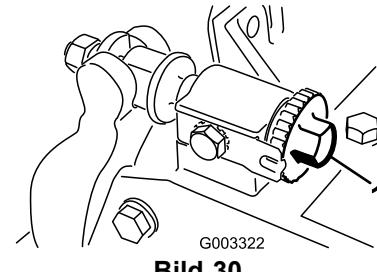

Bild 30
1. Lösen Sie den Spindel-zu-Untermesser-Kontakt, indem Sie die Einstellhandräder des Untermessers (Bild 30) nach links drehen, bis kein Kontakt besteht.